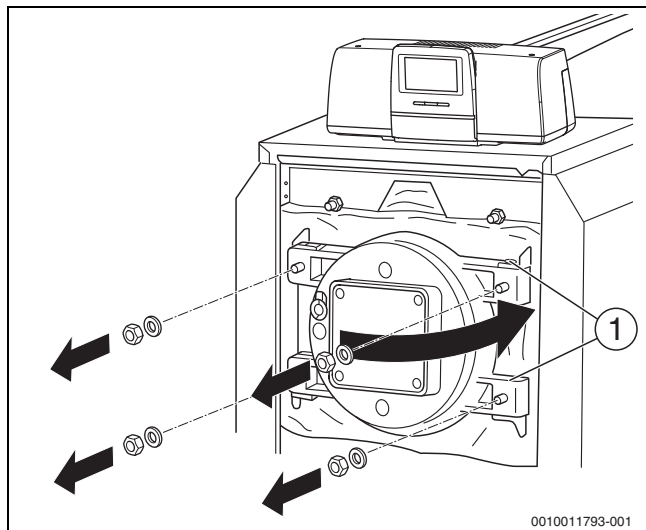

Bild 26 Feuerraumtür öffnen
- ▶ Scharnierbolzen (→ Bild 26, Seite 26) von unten nach oben aus der Scharnierbohrung herausdrücken.